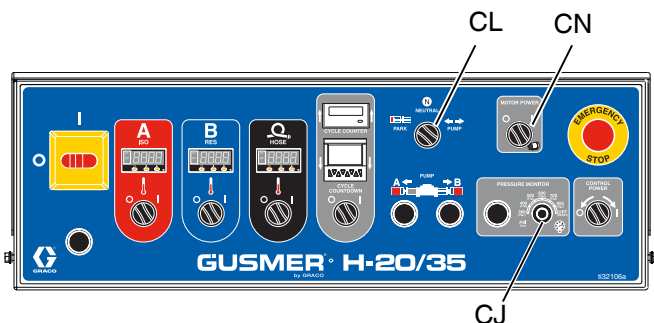

FIG. 39
9. Gire la perilla del monitor de presión (CJ) hasta la posición OFF. Vea la FIG. 39.
10. Arranque el motor hidráulico encendiendo el interruptor de alimentación del motor (CN). Ponga después el interruptor de control de la bomba (CL) en PUMP (bomba).